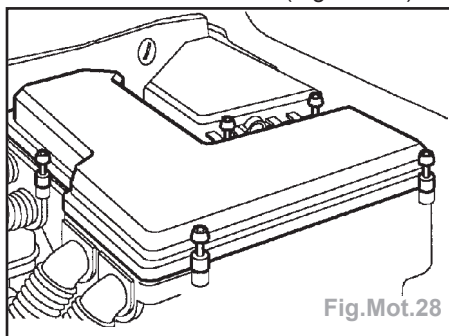

Fig.Mot.28
- Desserrer les 5 boulons Allen maintenant le couvercle du boîtier environnemental sur ce dernier (Fig.Mot.28).